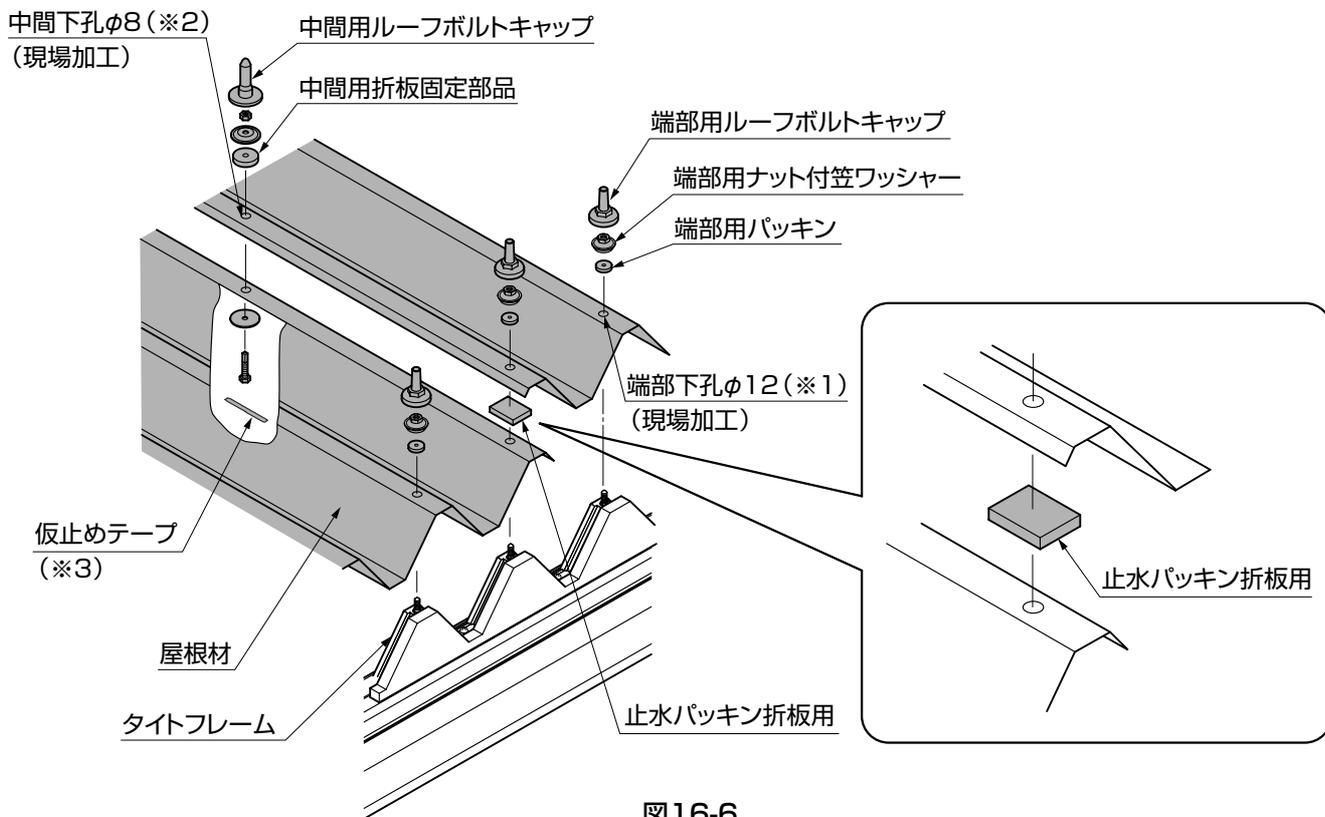
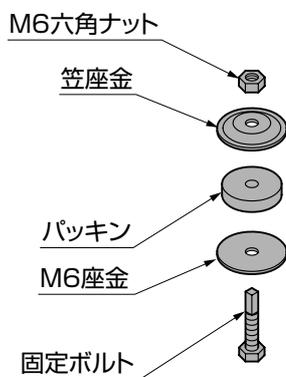

図16-6
図16-7
- ③折板屋根材の重ね合わせ部に止水パッキン折板用を貼付けてください。(図16-6参照)
- ⑤横樋梁用・折板屋根材の重ね合わせ部の中央に等間隔で2ヶ所、φ8(※2)の下孔をあけてください。(図16-6参照)
- ⑥下から中間用折板固定部品の固定ボルトを差込んでください。(図16-6、図16-7参照)